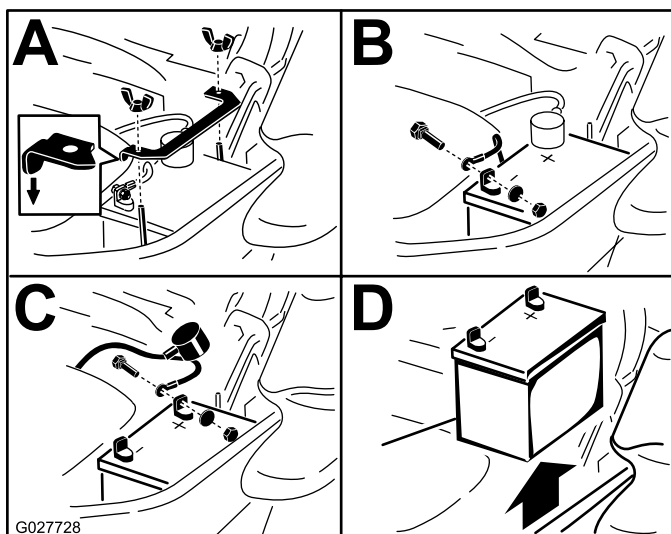

Figura 63
3. Rimuovete la batteria come illustrato nella Figura 63.